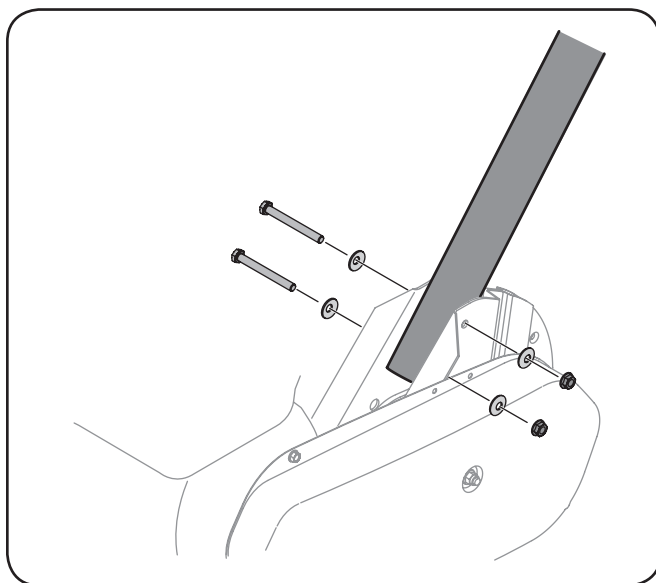

Figura 3-4
1. Retire los pernos, arandelas y tuercas del soporte de caja de la cadena. Vea la Figura 3-4.
2. Coloque el manija en su posición y asegure con el hardware eliminado previamente. Vea la Figura 3-4.